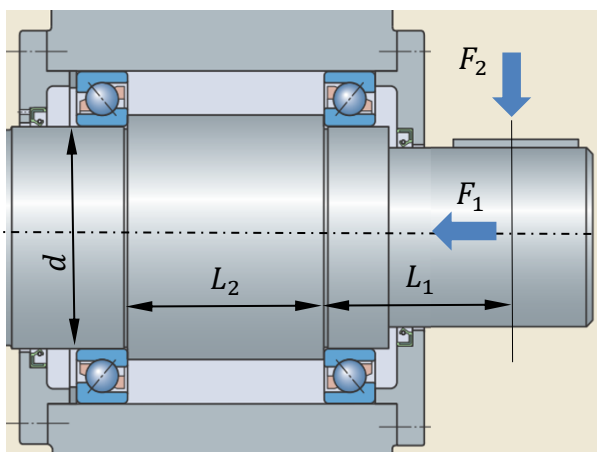
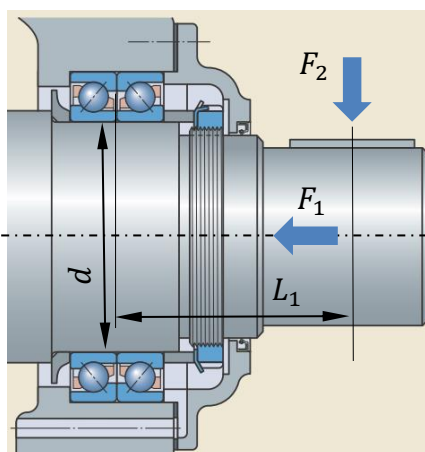

Figura 3.1
Figura 3.2
3.1.1 O veio da Figura 3.1 está apoiado nos dois rolamentos fixos de esferas de contacto angular SKF Explorer 7207 com um alto nível de limpeza. Este veio sofre uma carga axial F_1 e uma carga radial F_2 . Sabendo que:
3.1.2 A Figura 3.2 representa uma montagem mais compacta da montagem que está na Figura 3.1. Utilize os mesmos dados do problema 3.1.1 e calcule a vida nominal ajustada para uma montagem em “X” e em “O”.